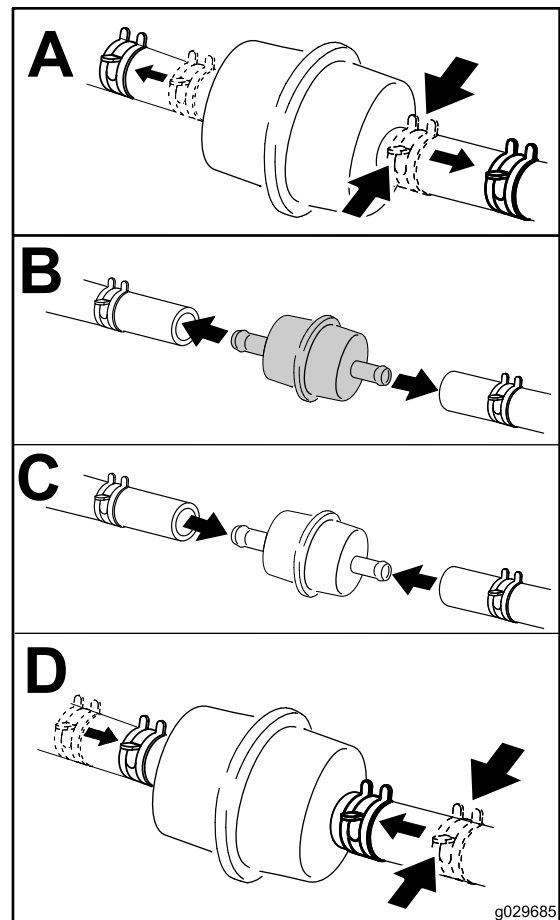

Figure 76
4. Remplacez le filtre à carburant (Figure 76).